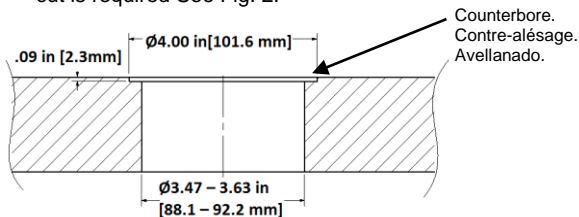

Fig. 2
- To mount Catalog RCT201 and RCT401, a flush mount cut is required See Fig. 2.
- Pour fixer les numéros de catalogue RCT201 et RCT401, une coupe pour montage affleurant est requise. Consulter la Fig. 2.
- Para montar el catálogo RCT201 y RCT401, se requiere corte de montaje vea la Fig. 2.